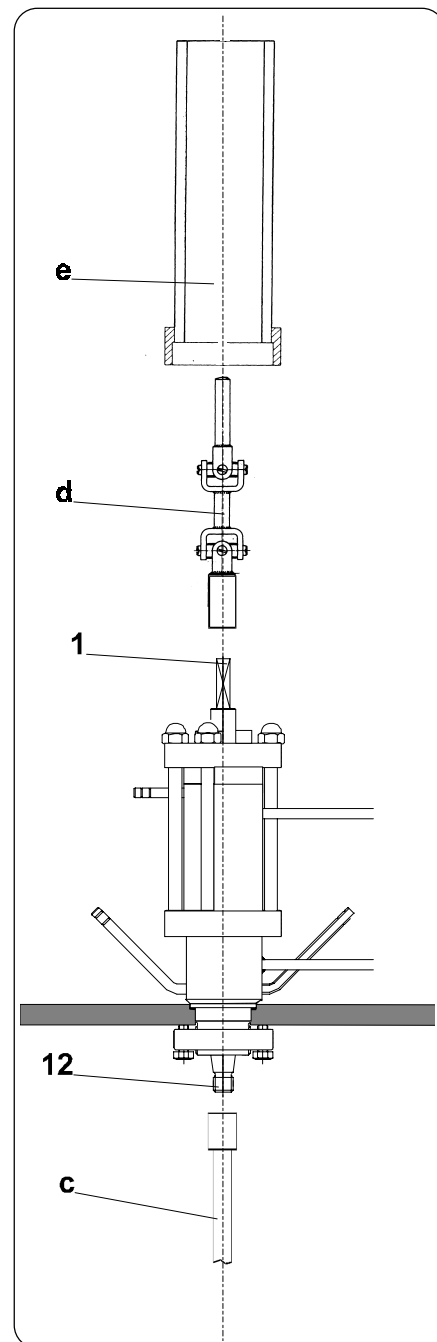

Bild 3
Siehe hierzu Bild 3
- gewünschten Rührer (c) auf Gewindeanschluß (12) aufschrauben
- Rührerwelle am Anschlußvierkant (1) mit einem Schraubenschlüssel festhalten
- Kessel verschließen (siehe Bild 3)